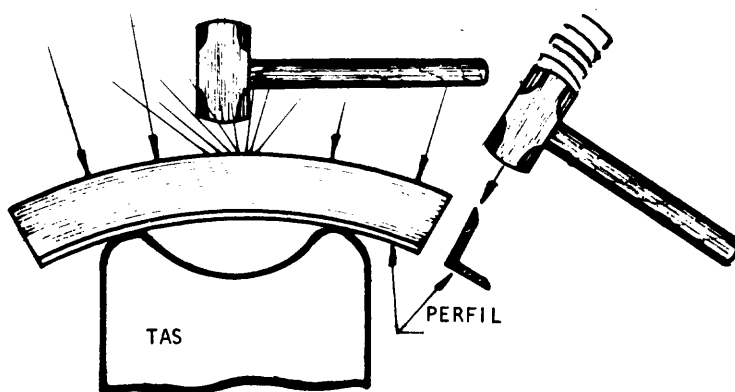

Fig. 1
- a Coloque la chapa en la mesa de entrada de la máquina (fig. 1).
MOVIMIENTO ALTERNADO DE LA CHAPA Fig. 1
CASO I - PERFIL ÁNGULO CON ALA CURVADA (Figs. 1 y 2)
- b Golpee con el martillo la parte externa del perfil (figs.1 y2).